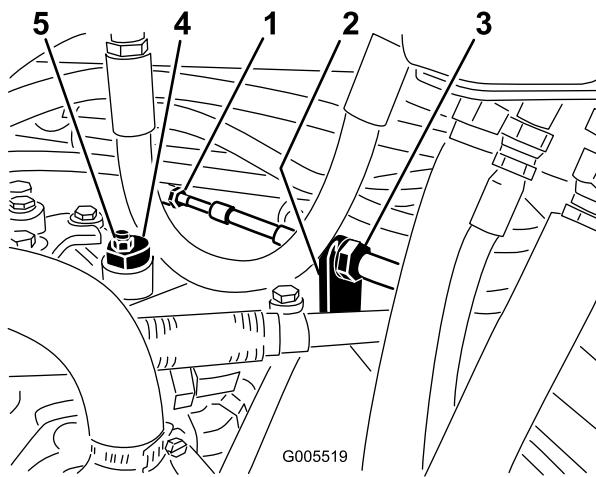

Figura 55
A. Afloje las dos contratuerca que fijan el cable de control de tracción a la mampara del hidrostato (Figura 55). Asegúrese de aflojar ambas contratuerca uniformemente, y lo suficiente como para permitir el ajuste.
Nota: Afloje la tuerca que sujetá el excéntrico a la parte superior del hidrostato (Figura 55).
apriete la tuerca para bloquear el excéntrico y el ajuste (Figura 55). Compruebe el ajuste con el acelerador en las posiciones Lento y Rápido.
- D. Desde cada lado de la mampara, apriete las contratuerzas uniformemente, fijando el cable de tracción a la mampara (Figura 55). No tuerza el cable.